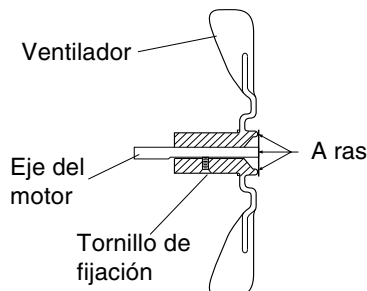

Figura 30 - Corte transversal del ventilador
6. Vuelva a colocar el ventilador en el eje del motor. Coloque el cubo del ventilador a ras con el extremo del eje del motor (vea la Figura 30).